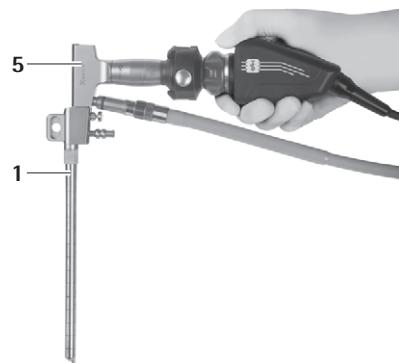

Afb. 2
- Vergrendel de endoscoop **5** in de MINOP InVent-trocarts **1**, zie Afb. 2.